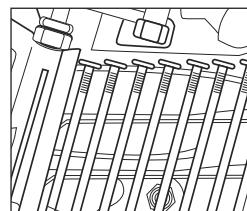

Figure 3
- Charger le rouleau de clous :** Déposez le rouleau de clous sur la tige de la cartouche. Déroulez assez de clous pour atteindre le cliquet d'alimentation. Placez le premier clou devant la dent avant sur le cliquet d'alimentation, dans le guide de tige de propulsion. Les têtes de clou doivent être positionnées dans la fente située dans le nez. (Voir Figures 3 et 4)